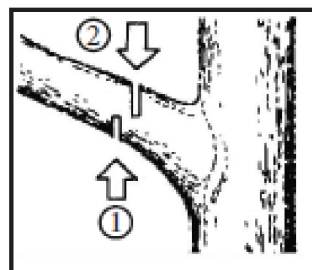

Рис. 11
6.7. Резка ветви на стоящем дереве (Рис.11).